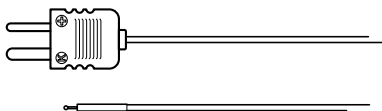

Abbildung 5.3 Mitgeliefertes Thermoelement vom Typ K
2. Schließen Sie einen Subminiaturstecker für Thermoelemente vom Typ K (siehe **Abbildung 5.3**) an die Buchse im oberen Fach an.